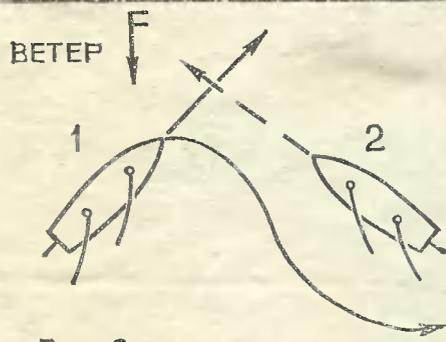

Рис. 6.
Пример: направление ветра зюйдовое (S), стрелка повернута на красный луч «Розы ветров», шарик данного района показывает коэффициент усиления ветра 2 (рис. 6).
Парусная шлюпка 1, идущая левым галсом, уступает дорогу шлюпке 2, идущей правым галсом (рис. 6).